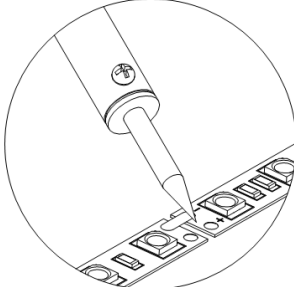

Рисунок 2.
- 5.4. Если необходимо соединить два отрезка ленты, следует совместить их и припаять перемычками соответствующие контактные площадки (необходимо соблюдать полярность «+» и «-») (см. Рисунок 2). При этом запрещается перегревать саму ленту и светодиоды (пайка паяльником при температуре не более 260°C, время пайки не должно превышать 10 секунд).